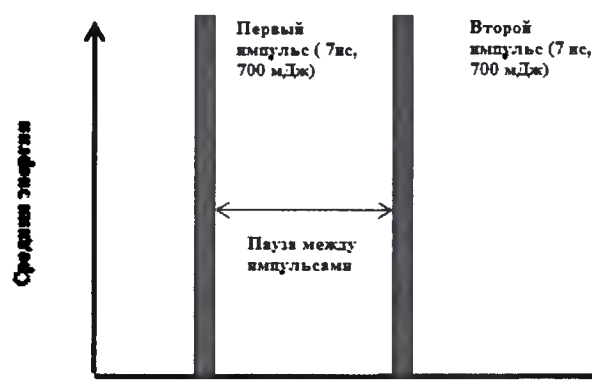

Рис. 5.10 – Генерация двойного импульса в режиме модуляции добротности
5.7.4.1 Данный режим позволяет генерировать двойной Q-Switched импульс как представлено на рис. 5.10. Пользователь имеет возможность настраивать энергетику двойного импульса, частоту и количество двойных импульсов. Также возможно выбирать тип двойного импульса из 3-х возможных: